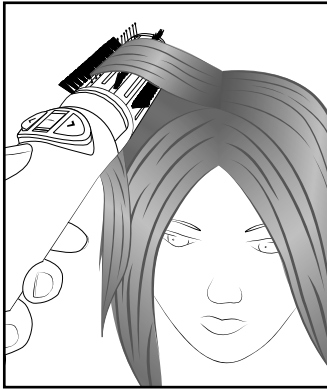

Abb. 2
- ▶ Sie können zudem mehr Fülle am Haaransatz erzielen, wenn Sie die Rundbürste **8**/**9** für einige Sekunden einfach nur unterhalb der Strähne an den Haaransatz halten (siehe Abb. 2). Führen Sie dies ohne Rotationsfunktion durch, sonst verfangen sich die Haare in den Borsten!